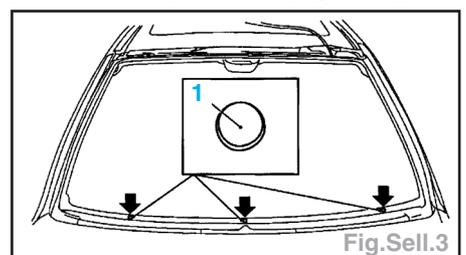

Fig.Sell.3
- coller les butées (1) autocollantes sur le cadre de pare-brise (Fig.Sell.3),